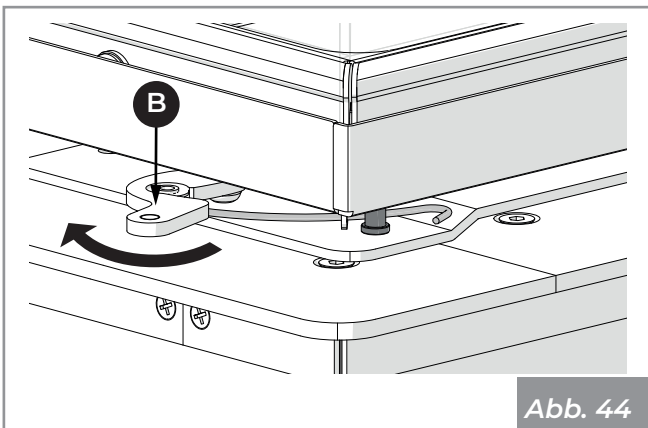

Abb. 44
- 5) Den Hebel (B) mit der Hand drücken und wieder in die Verriegelungsposition (Abb. 44) bringen.